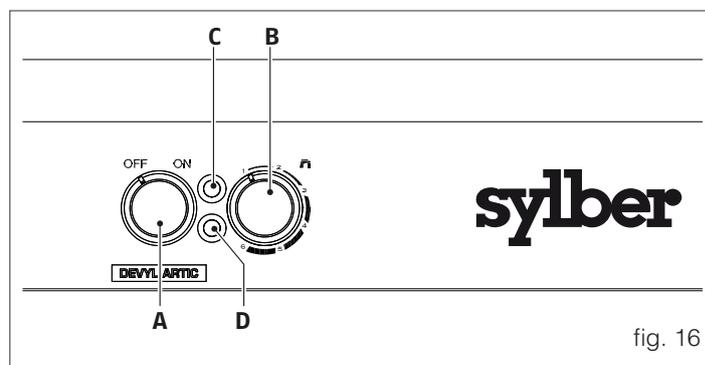

fig. 16
È possibile variare la temperatura dell'acqua calda sanitaria ruotando il regolatore di temperatura (fig. 16 - B) in senso orario per aumentarla ed in senso antiorario per diminuirla.
- Ruotare l'interruttore principale (fig. 16 - A) del pannello di comando su "OFF"
- Verificare lo spegnimento della segnalazione verde (fig. 16 - C).